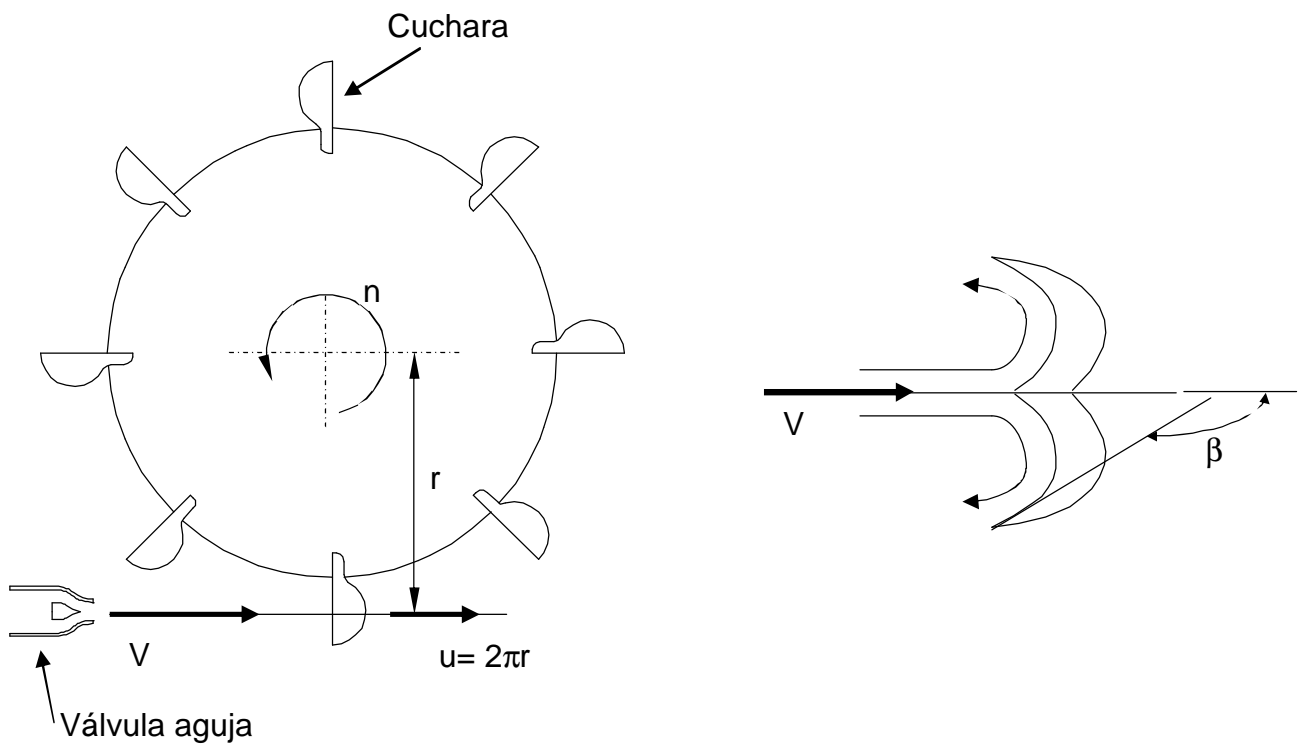

Figura 6
6. En la figura 6 se muestra un esquema de una turbina de acción (o impulso) conocida como *Rueda Pelton* en honor a su creador, Lester A. Pelton. Calcule: